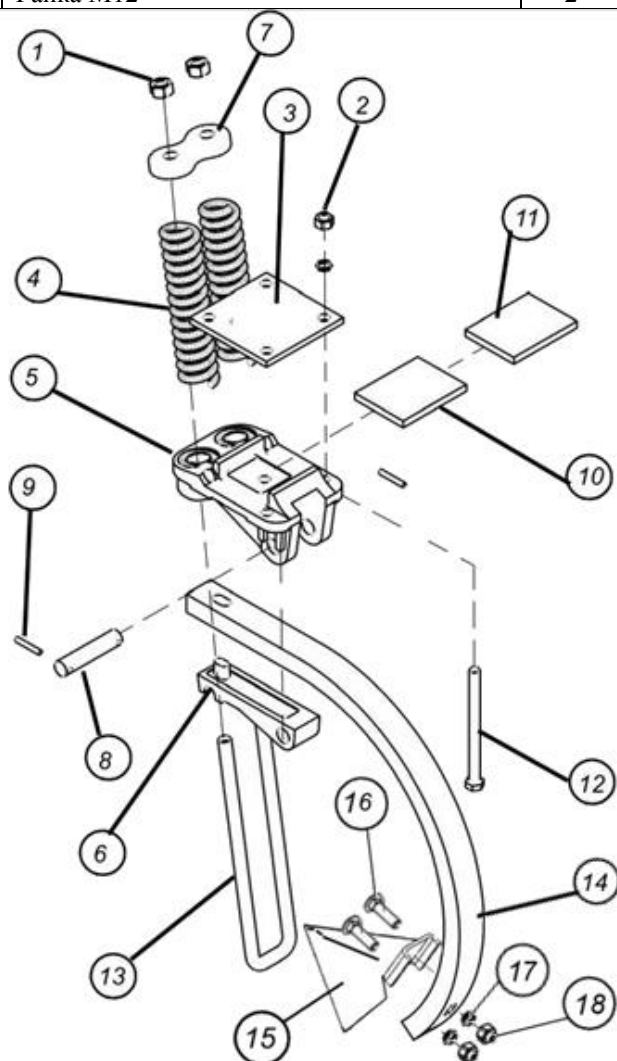

Рис. 6.6. Узел крепления стойки сошника
6.8. Стойка сошника в сборе (рис. 6.6)